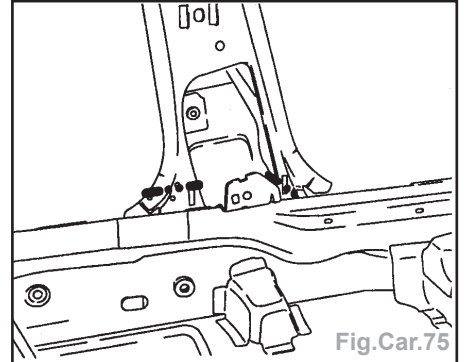

Fig.Car.75
• à l'aide d'une meule épaisseur 1 mm et déposer l'élément (Fig.Car.75),